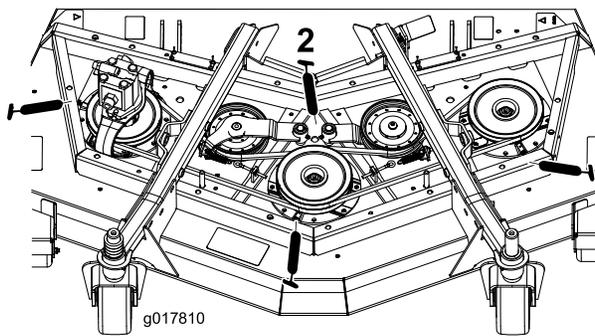

Bild 46
- Drei Spindelwellenlager (unter der Riemenscheibe) (Bild 46)
- Zwei Spannarm-Drehbüchsen (Bild 46)